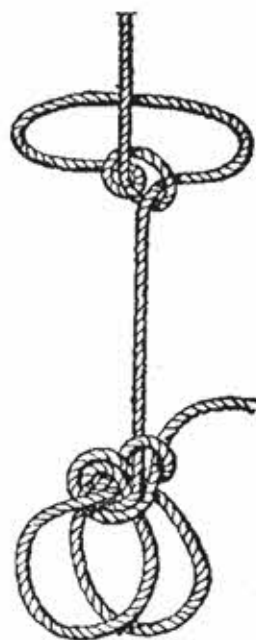

FIG. 320
2) *Nodo « Torino »* (fig. 320): in basso si esegue una fibbia doppia fissa, nella quale si infilano le gambe, facendola scorrere sino alle coscie; superiormente si fa un nodo da galera che si infila dalla testa passandola sotto le ascelle.